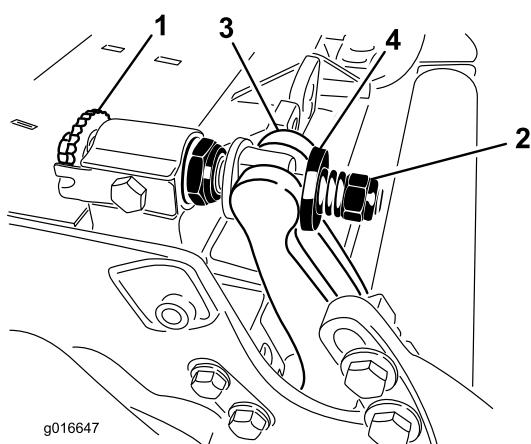

Bild 29
- Drehen Sie die Federspannungsmutter so weit hinaus, bis die Scheibe nicht mehr gegen den Untermesserträger angespannt ist (Bild 29).